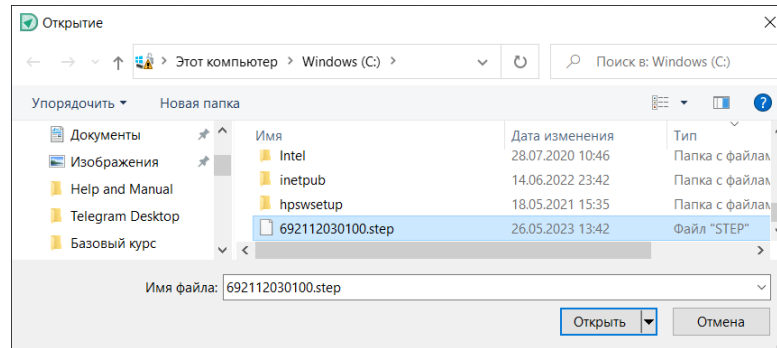

Рис. 160 Выбор файла 3D модели
10. Выбрать нужный файл 3D-модели в окне проводника, см. Рис. 160.